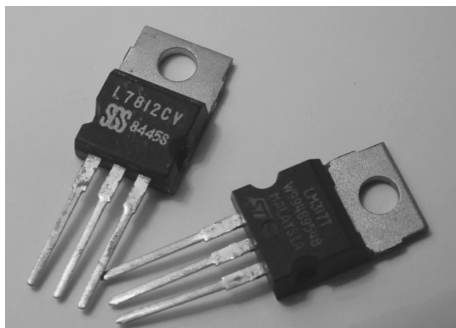

图 1-3-3 三端稳压器实物图
(2) CW7800 系列是三端固定正压输出的集成稳压器(即正稳压器)(图 1-3-3),其输出电压有 5 V、6 V、9 V、12 V、15 V、18 V、24 V 等档次。它们型号的后两个数字就是输出电压值,例如: CW7805 的输出电压为正 5 V,其他类推。此系列产品的最大输出电流为 1.5 A。同类型产品还有 CW78M00 系列(0.5 A)、CW78L00 系列(0.1 A)。近来又有 CW78T00 系列(3 A)和 CW78H00 系列(5 A)的产品。